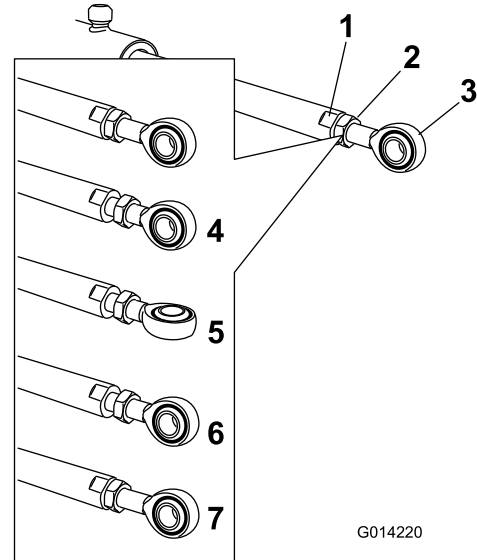

Figura 64
5. Utilice una llave sobre las zonas planas del émbolo del actuador para inmovilizarlo y, a continuación, afloje la contratuerca para poder ajustar la varilla de ojal (Figura 64).
6. Gire la varilla de ojal en el émbolo del actuador para acortar o alargar el actuador extendido a la posición deseada (Figura 64).